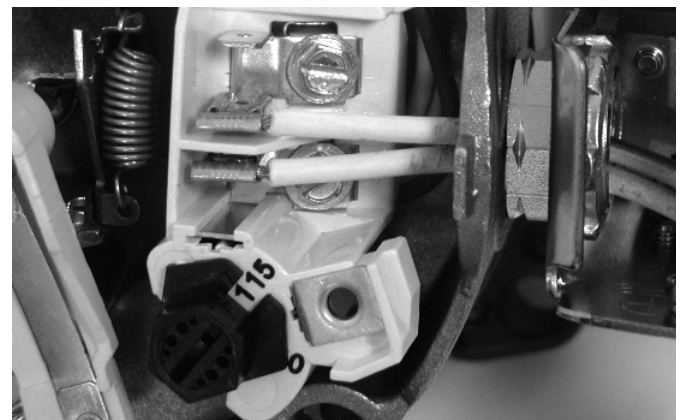

Figura 17 - Tensión configurada para 115 V, tipo cuadrante.
2. Gire el cuadrante hacia la izquierda hasta que aparezca 115 en la ventana del cuadrante según se ilustra en la Figura 17.